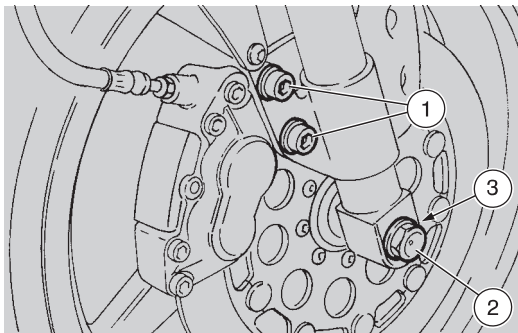
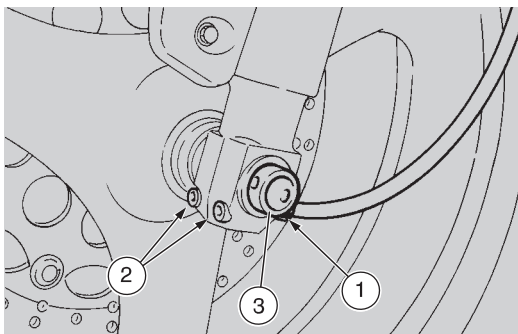

Fig. 34
Fig. 35
- ôter les deux vis de fixation de l'étrier du frein (1 - Fig. 34);
- débrancher le renvoi du compte kilométrique (1 - Fig. 35);
- desserrer la vis du pivot de la roue (2 - Fig. 34);
- desserrer les quatre vis des crampons des fourches (3 - Fig. 34 - 2 - Fig. 35);
- enlever la vis du pivot (2 - Fig. 34);
- dévisser et extraire l'axe (3 - Fig. 35);
- insérer l'axe (3 - Fig. 35);
- insérer et visser la vis (2 - Fig. 34), jusqu'à ce que l'axe se place dans son siège;
- placer correctement le renvoi du compteur kilométrique (1 - Fig. 35);
- fixer solidement les 4 vis des crampons des fourches (2 - Fig. 34) (3 - Fig. 35);
- fixer la vis (2 - Fig. 34).
- monter l'étrier de freinage en fixant solidement les vis (1 - Fig. 34).